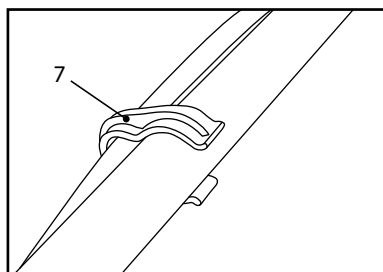

Рис. 7.
- Установите скобу фиксации шнура питания (7) на нижнюю стойку (4) и верхнюю рукоятку (3). Закрепите шнур питания в фиксаторах, убедившись в достаточном провисании шнура (рис. 7).